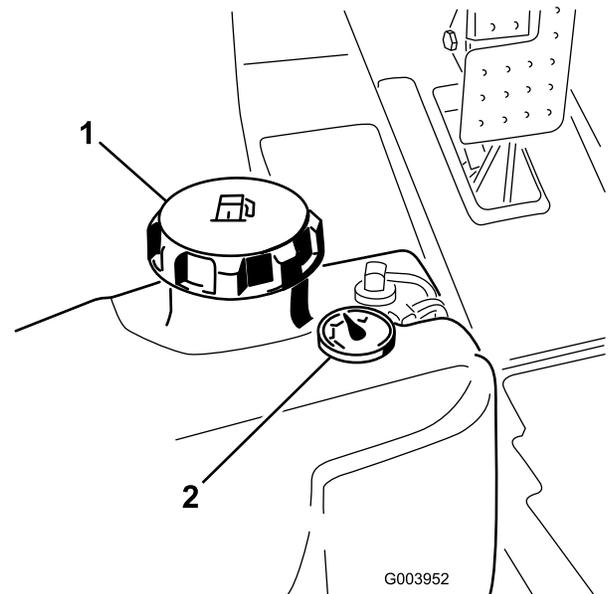

Figura 33
1. Retire a tampa do depósito de combustível (Figura 33).